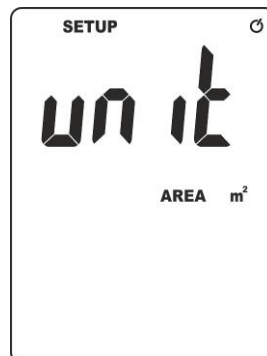

Fig. 3: Configuration unité de mesure zone du conduit
2. Presser longuement (>2s) la touche /**SET** pour entrer dans le mode configuration. La page-écran avec l'indication de l'unité de mesure de l'aire du conduit couramment configurée est montrée à l'écran (voir Fig. 3) :